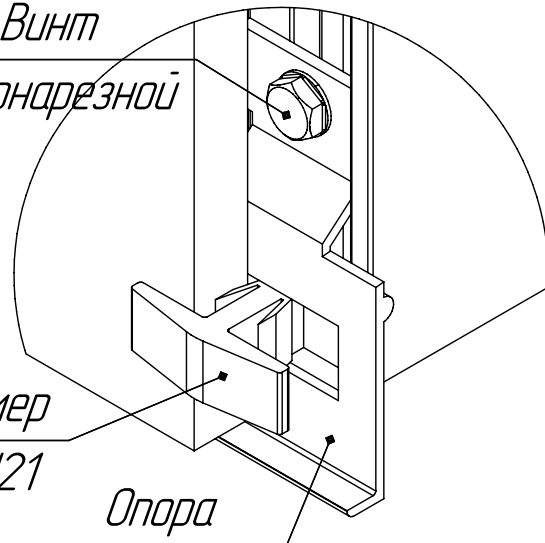

Рис. 5.2 Выносные элементы к рис. 5.1
- 2) Установить нижние опоры кляммерные (с положением опорного выступа внизу) по разметке и закрепить к несущему профилю саморезами 4,2x25 из нержавеющей стали (см. рис.5.2, вын.М).
- 4) Придвинуть верхние кляммерные салазки на плиту, обеспечив зацепление плиты с кляммерами и выдерживая зазор 2-3мм между стержнем кляммера и торцом плиты. Салазки кляммерные закрепить к несущему профилю установочными винтами-штифтами М6x12 из нержавеющей стали (см. рис.5.2, вын.М).